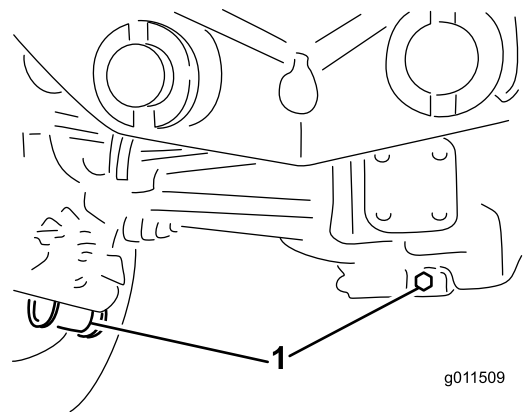

Figure 71
- Nettoyez la surface autour des 3 bouchons de vidange, 1 à chaque extrémité et 1 au centre (Figure 71).